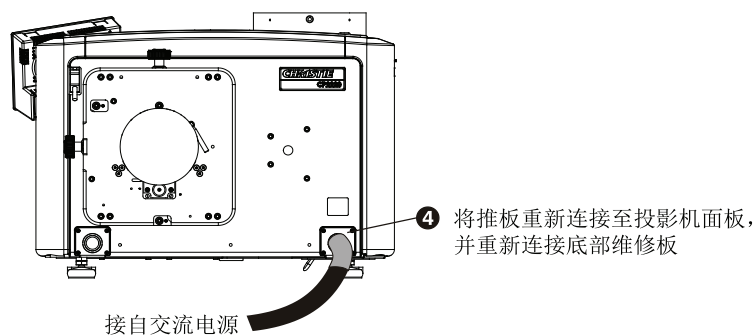

图 2-12
5. 连接好所有电缆后，重新将推板和底部维修面板放在接线盒上。(图 2-12)